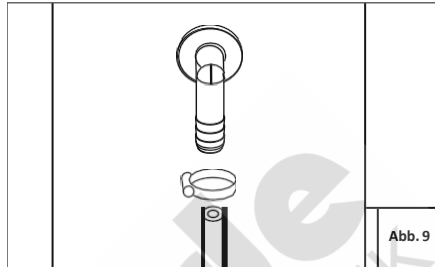

Abb. 9
10. Schließen Sie den Schlauch an den Überlaufstutzen des Solebehälters an, das andere Ende muss zum Abflussgitter geführt werden (Abb. 9). **Bitte beachten Sie: Die Verbindung muss mit einer Klemmschelle gesichert werden, anschließend muss der Schlauch unter Einhaltung eines ausreichenden Luftspalts zum Abflussgitter geführt werden.**